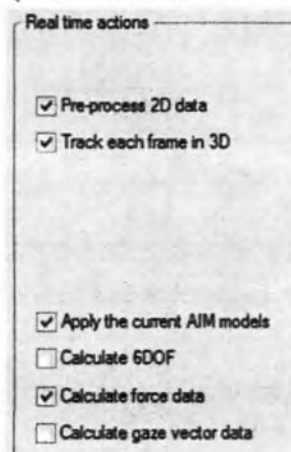

Рис. 78 Окно режима работы в реальном времени.
5. Активируйте Real-time actions (Режим работы в реальном времени), который Вы хотите использовать. Например, для Visual3D будут, вероятно, использованы следующие действия: Pre-process 2D data (Предварительная обработка 2D данных), Track each frame (Отслеживать каждый кадр): 3D, Apply the current AIM models (Применить текущие модели AIM) и Calculate force data (Рассчитать данные силовых платформ) (Рис. 78).